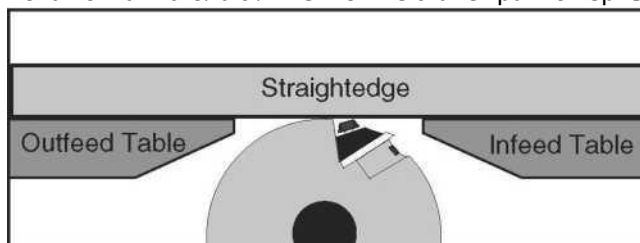

Рисунок 35. Проверка параллельности столов.
1. Установите линейку поверх стола подачи (см. рис. 35) и с помощью ручки регулировки стола подачи поднимайте или опускайте стол до тех пор, пока контакт стола с линейкой не станет равномерным.